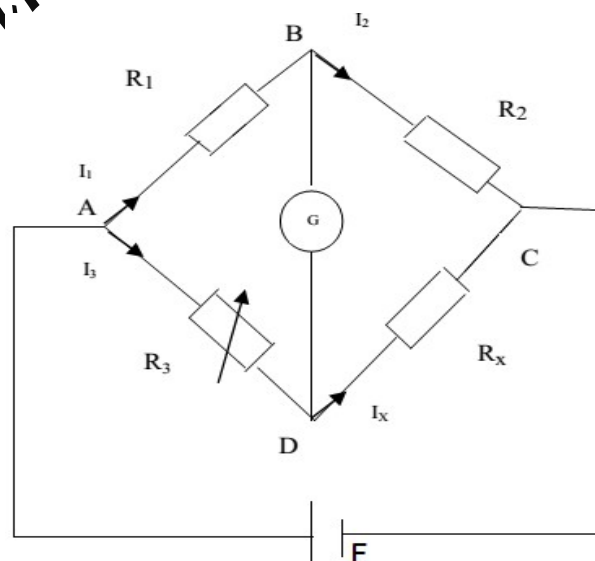

Figure 2
1. Réaliser le montage (Figure 2)